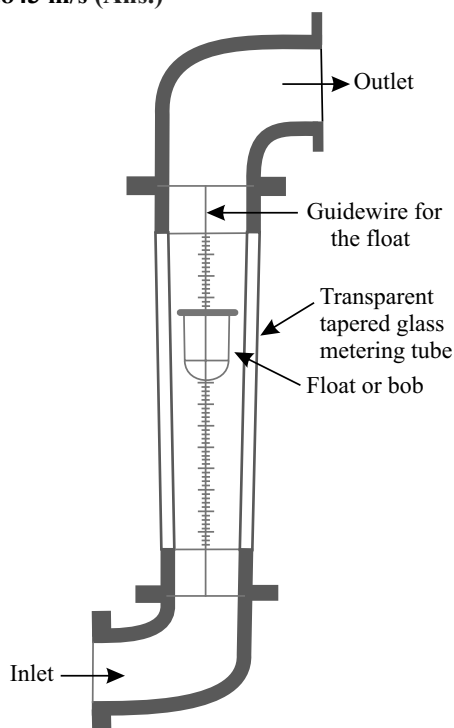

Fig. 6.36. Rotameter.
6.6.3.1. Rotameter. Refer to Fig. 6.36.